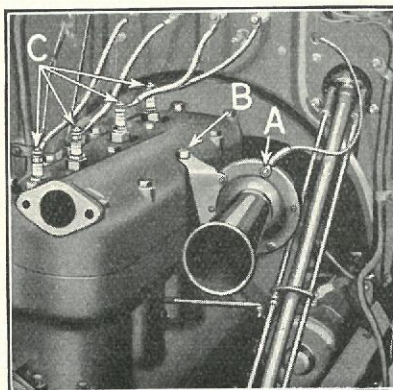

Fig. 25
- 21 Aftagning af Signalhornet.** Løs Kablet »A« (Fig. 25) og udtag Cylinderhovedbolten »B«, der holder Hornet til Cylinderhovedet.
- 22 Aftag Tændkablerne »C«** (Fig. 25) ved Tændrørene.